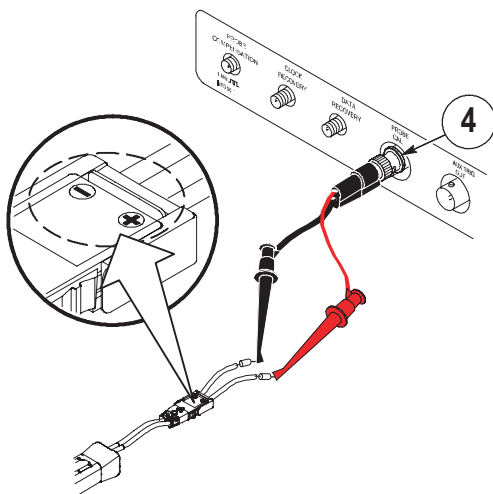

图 7：连接探头进行探头校准（所示为 TDS6000B/C）
4. 如第 11 页上图 7 所示，将 BNC 到微型钩连接到示波器 PROBE CAL（探头校准）连接器。